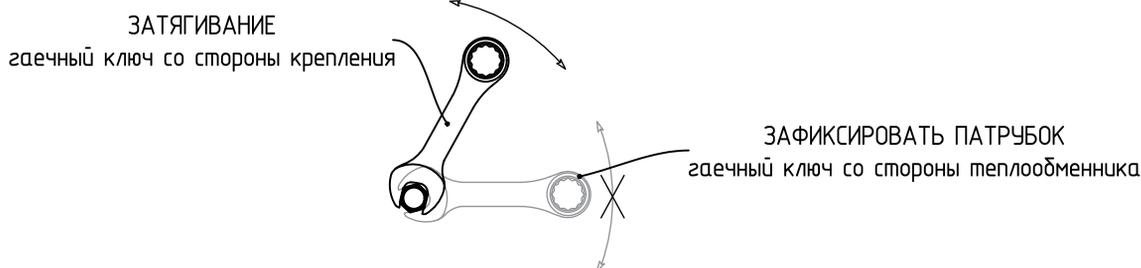

Рис. 13. Подключение к системе подачи теплоносителя
- При подключении к системе подачи теплоносителя необходимо обеспечить защиту присоединительного патрубка теплообменника от воздействия крутящего момента (Рис. 13). Масса прокладываемых трубопроводов не должна создавать нагрузки на патрубки теплообменника.